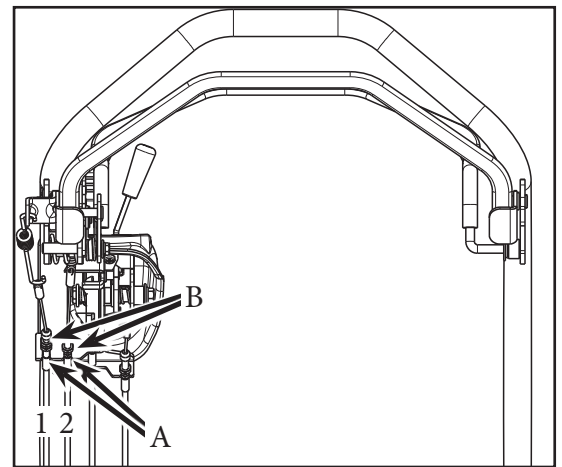

Bild 14
- Lösen Sie die Mutter des Bowdenzuges Nummer 2 Bild 14 und drehen Sie die Mutter B fester (die Spannung des Bowdenzuges wird erhöht). Ziehen Sie die Mutter A wieder an.
## Getriebe Einstellung Bild 14
- Wenn dies nicht der Fall ist, lösen Sie die Mutter des Bowdenzuges Nummer 1 Bild 14 und drehen Sie die Mutter B fester (die Spannung des Bowdenzuges wird erhöht). Ziehen Sie die Mutter A wieder an.